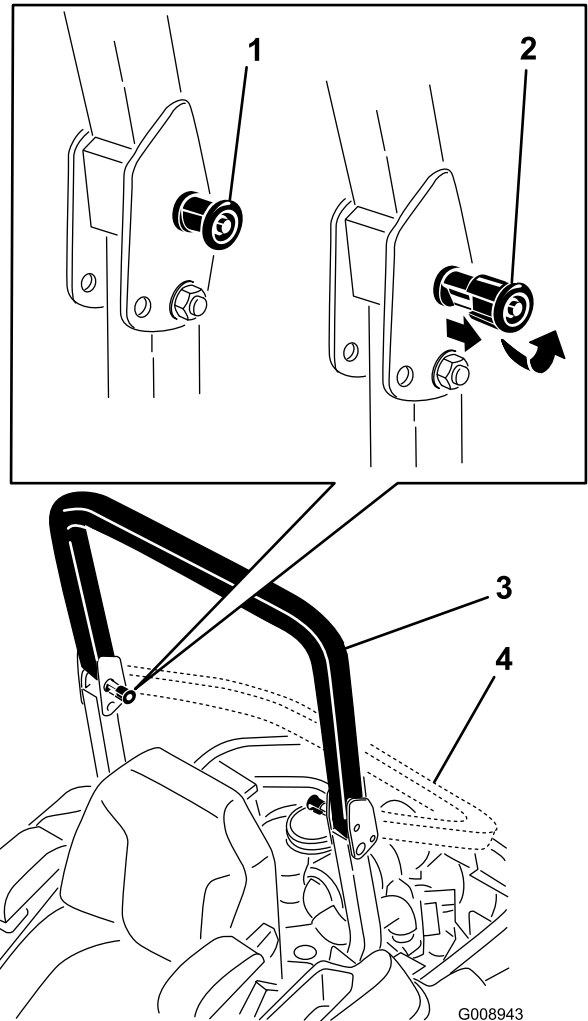

Figura 8
2. Puxe ambos os botões para fora e rode-os 90° para que não fiquem engatados (Figura 8).
3. Baixe por completo a barra de segurança (Figura 8).
4. Para levantar a barra de segurança, levante a barra para a posição de funcionamento, rode os botões para se deslocarem parcialmente para dentro das ranhuras (Figura 8).
5. Levante a barra de segurança para a posição totalmente vertical enquanto empurra a barra de segurança superior e os pinos encaixam na posição quando os orifícios alinham com os pinos (Figura 8).